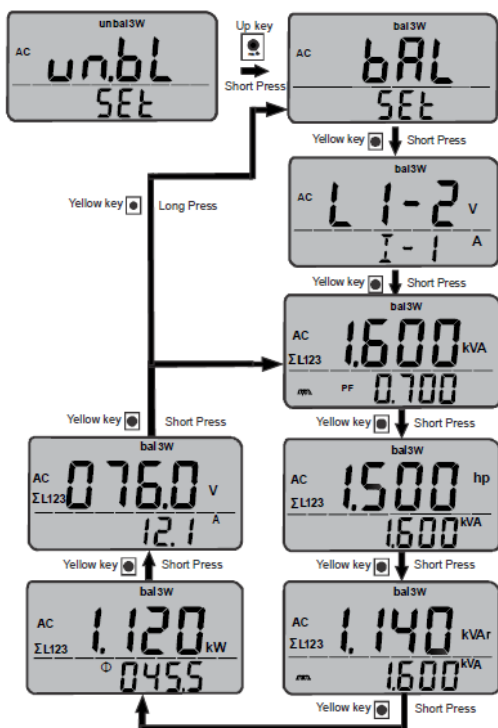

Fig 12.2.2 Misura della potenza Carico bilanciato trifase a 3 fili
- 5) I dati di misura includono potenza attiva, reattiva, apparente, potenza Fattore, angolo di fase, cavalli, tensione, corrente. Tutti questi parametri sono misurati solo per il sistema ($\Sigma L123$). Se premiamo il tasto funzione (giallo), possiamo scorrere tutti i parametri. Fare riferimento alla Fig 12.2.2